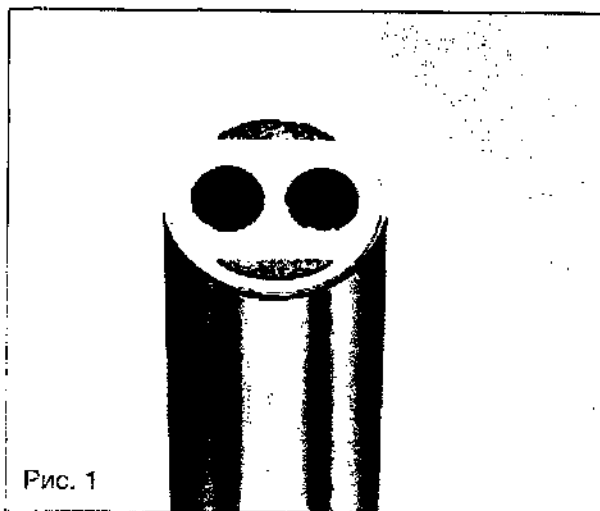

Рис. 1
- Два дистальных датчика изображения, оптимизированных для стереоскопической эндоскопии (рис. 1)